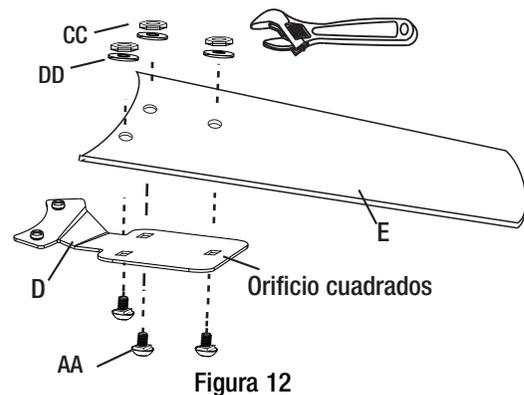

Figura 12
- Monte los soportes de las aspas (D) a las aspas del ventilador (E) con los tornillos de cuello cuadrado (AA), las tuercas hexagonales (CC) y las arandelas planas (DD) incluidas (3 por cada asa) (Figura 12). Observe que el cuello cuadrado del tornillo DEBE encajar en el orificio cuadrado en el soportes las aspas (D) para funcionar como un tapón para el tornillo.